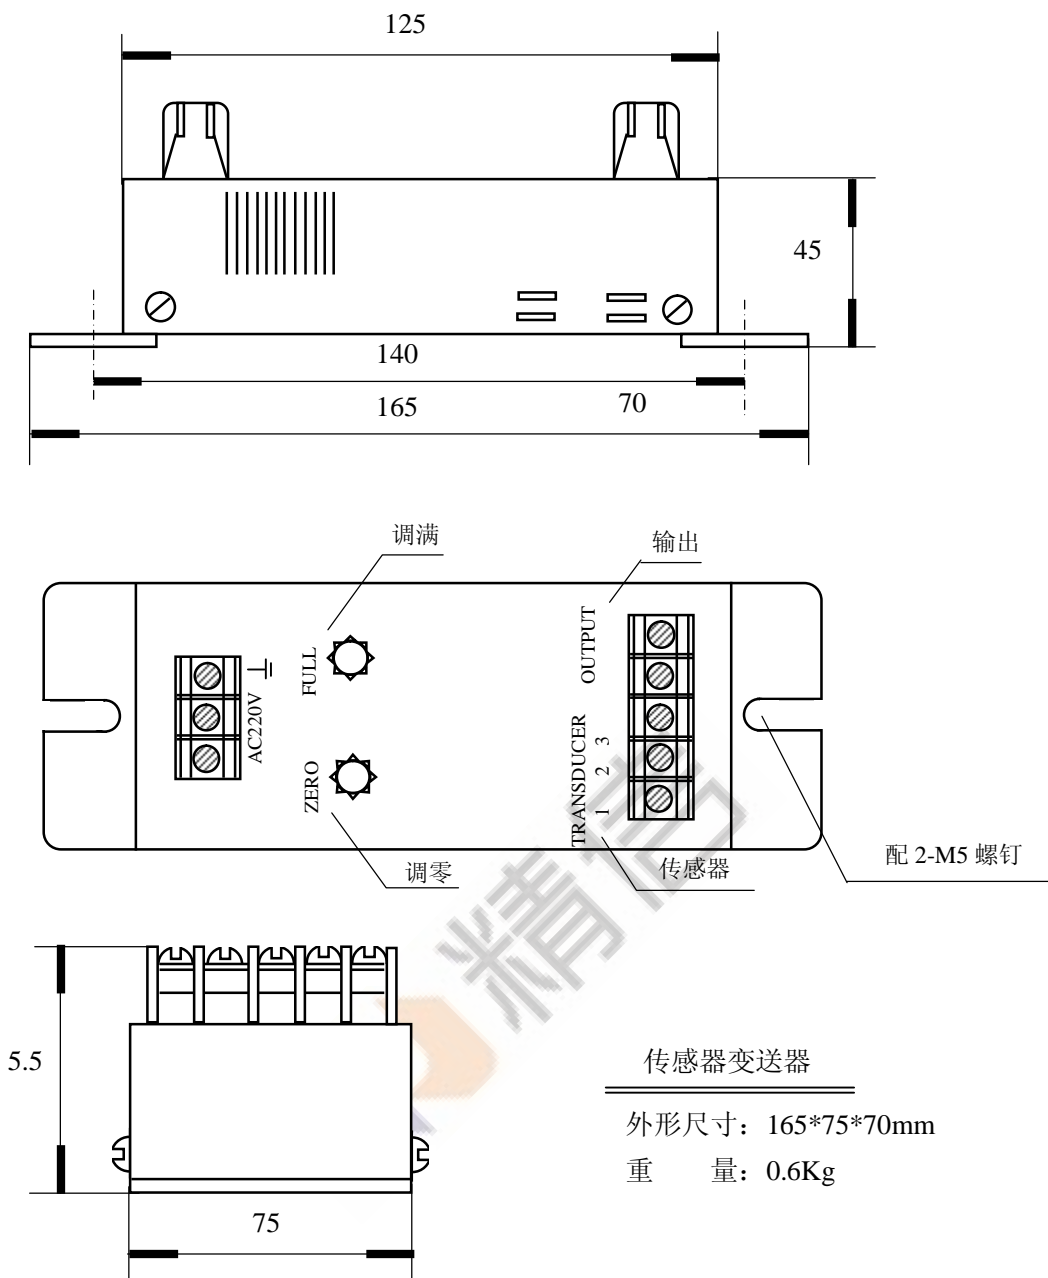

图 2 变送器（交流 220V 供电）外形及安装尺寸
3. 变送器外形尺寸（**AC220V** 供电，见图 2）、（**+24V** 供电，见图 3）。